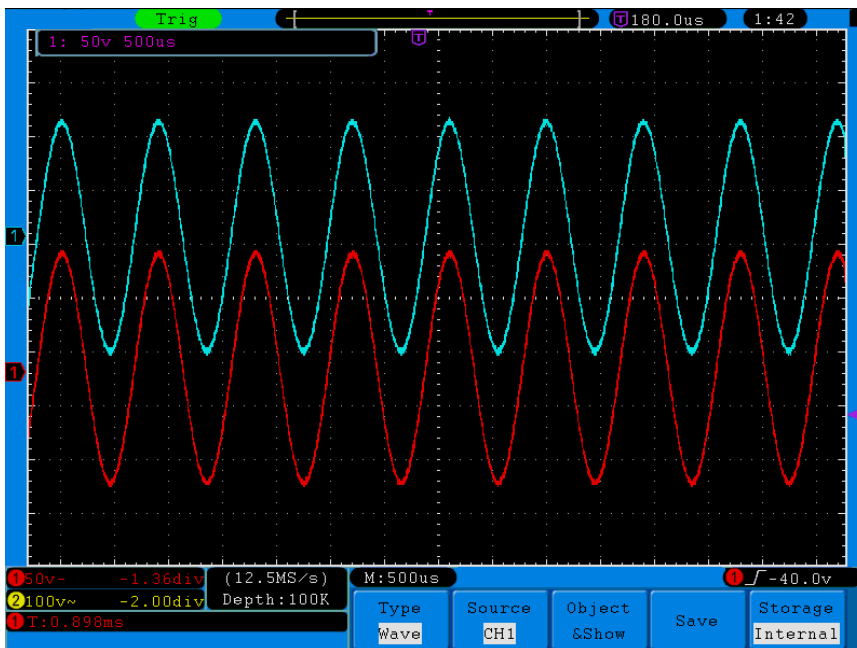

図 5-36 波形の保存
6. **波形の読み込み**: H3 ボタンを押すと画面右側に**目標&表示(Object & Show)**メニューが現れ、F1 ボタンを押して M ツマミを回してターゲットを 1 に指定し、F2 ボタンを押して**表示(Show)**をオンにすると、画面上にターゲット 1 に保存された波形が表示されるほか、左上角にアドレス番号及び波形関連情報が表示されます。図 5-36 参照：